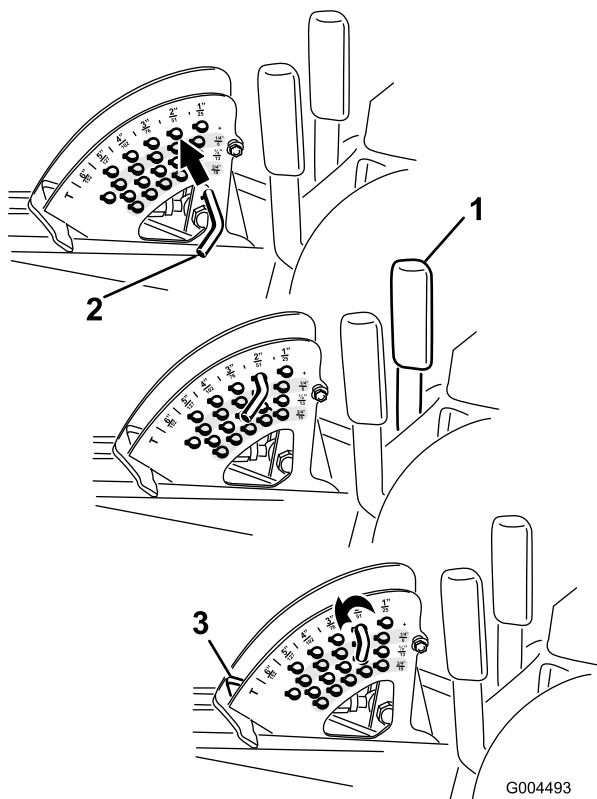

Figure 22
**Remarque:** Pour bloquer le tablier de coupe en position relevée, levez le tablier au-delà de la position 15 cm (6 po), retirez la goupille de butée de hauteur de coupe (voir Réglage de la hauteur de coupe), et placez-la à la position 15 cm (6 po) (Figure 22).
1. Lorsque le moteur tourne, repoussez le levier de commande du tablier de coupe en arrière jusqu'à ce que le tablier soit complètement relevé puis **relâchez immédiatement le levier** (Figure 22).
2. Pour régler la hauteur de coupe, tournez la goupille de butée jusqu'à ce que la goupille cylindrique située à l'intérieur soit alignée sur les trous du support de hauteur de coupe et déposez-le (Figure 22).
3. Placez la goupille dans le trou du support correspondant à la hauteur de coupe voulue et tournez-la pour la verrouiller en place (Figure 22).
**Remarque:** Il y a quatre rangées de trous (Figure 22). La première rangée donne la hauteur de coupe indiquée au-dessus de la goupille. La deuxième rangée donne la hauteur indiquée plus 6 mm (1/4 po). La troisième rangée donne la hauteur indiquée plus 12 mm (1/2 po). La dernière rangée donne la hauteur indiquée plus 18 mm (3/4 po). Un seul trou, situé dans la deuxième rangée, correspond à la hauteur 15,8 cm (6 po). Il n'ajoute pas 6 mm (1/4 po) à la hauteur de 15,8 cm (6 po).